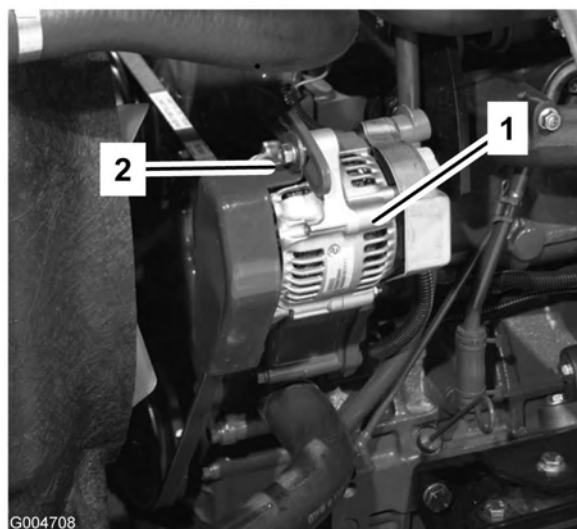

Figure 63
Vérifiez l'état et la tension des courroies (Figure 63) toutes les 100 heures de fonctionnement.
2. Si ce n'est pas le cas, desserrez les boulons de fixation de l'alternateur (Figure 63). Augmentez ou diminuez la tension de la courroie et resserrez les boulons. Contrôlez de nouveau la flèche de la courroie pour vérifier si la tension est correcte.